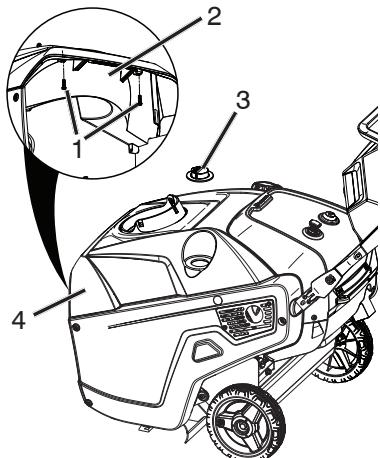

Figure 28
- Déposer les deux vis du plenum qui maintiennent le couvercle supérieur (Figure 28).
23. Fixer à nouveau les deux vis par le biais des couvercles arrière et dans l'agrafe sur le couvercle latéral (Figure 28).
28. Reposer deux vis dans le plenum qui se fixe au couvercle supérieur (Figure 28).